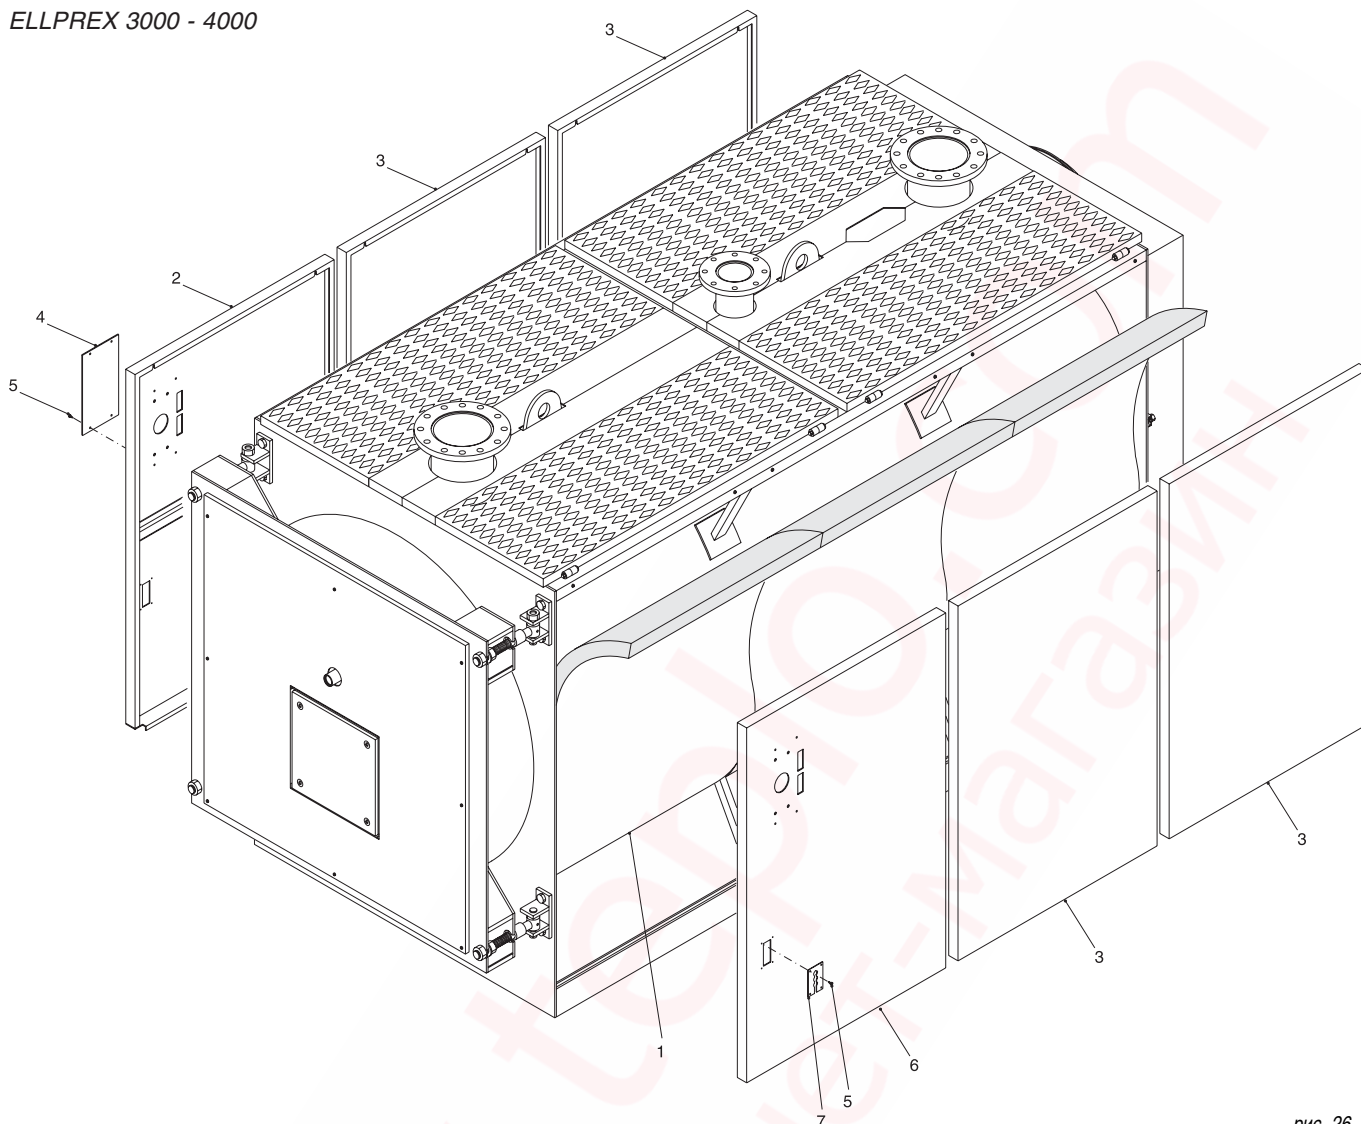

рис. 26
N.B. Для модели **ELL 2650** (см. рис. 25) обшивка и изоляция находятся в четырех коробках. Для моделей **ELL 3000 и ELL 3500** (см. рис. 26), обшивка и изоляция находятся в трех упаковках. Для модели **ELL 4000** (см. рис. 26) обшивка и изоляция находятся в четырех упаковках с маркировкой:
Последовательность монтажа (см. рис. 26)